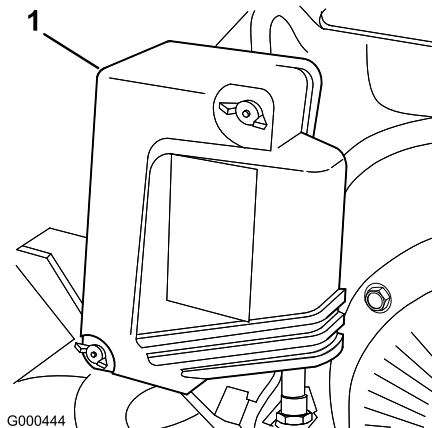

Bild 22
2. Nehmen Sie die Flügelschrauben ab, mit denen die Luftfilterabdeckung am Luftfilter befestigt ist. Nehmen Sie die Abdeckung ab. Reinigen Sie die Abdeckung gründlich (Bild 22).